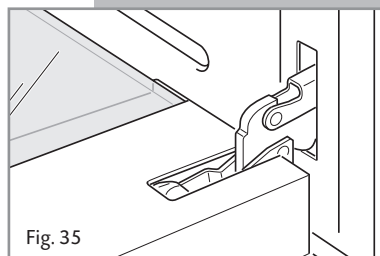

Fig. 35
- Fully open the oven door (fig. 35).